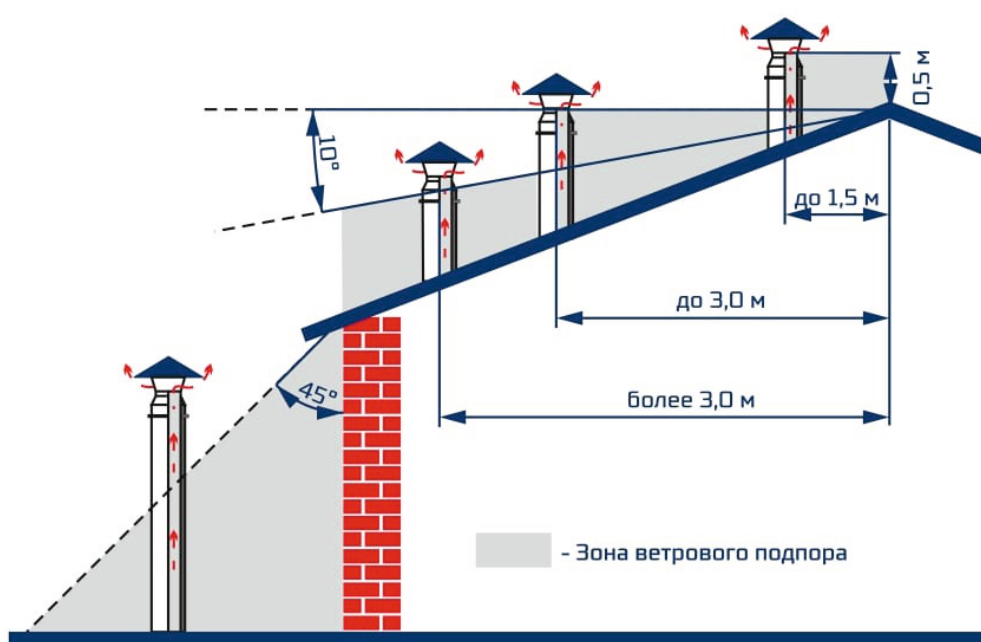

Рисунок 5. Вылет дымовой трубы в зависимости от конструкции кровли
5.4.9 Для получения нормального режима горения топлива и создания тяги необходимо иметь прямую дымовую трубу. В случае необходимости допускается прокладывать горизонтальные газоходы (борова) длиной не более 1,5 м. Высоту дымовой трубы над крышей (в зависимости от расстояния ее до конька крыши) рекомендуется выполнить как показано на рис. 5.